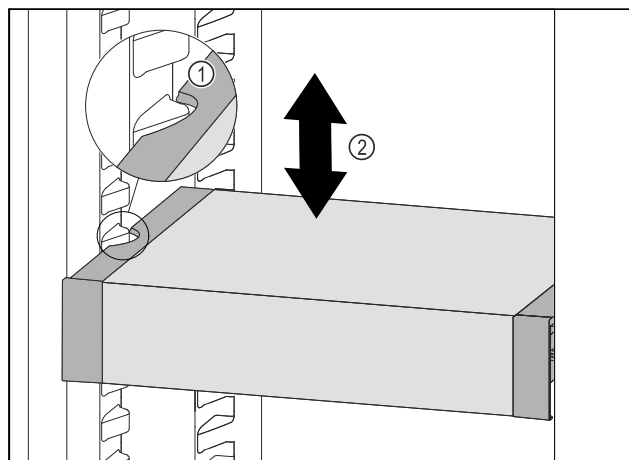

Fig. 39
- ▶ Тяните VarioSafe вперед, пока боковые выемки VarioSafe не окажутся на высоте выступа резервуара в холодильном отделении. Fig. 39 (1)
- ▶ Двигайте VarioSafe в холодильном отделении вверх или вниз, пока не будет достигнута требуемая высота. Fig. 39 (2)